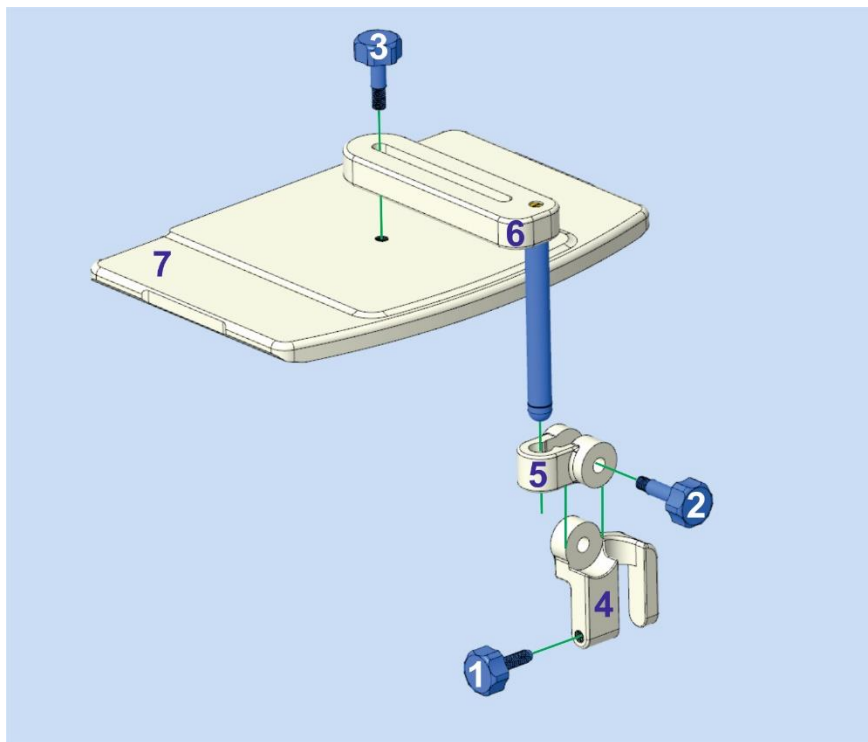

Рисунок 17. Как собирать держатель эндоректальной катушки для положения «HLD катушки».
- Подробнее о том, как следует собирать комплектующие, см. на Рис. 17.